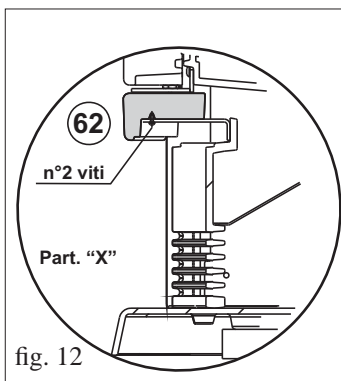

fig. 12
- Svitare con la chiave a brugola in dotazione, le viti di fermo della griglia inferiore in ghisa (4) e rimuoverla.
- Posizionare il frontalino (62) e fissarlo con le 2 viti M6x12 (utilizzando chiave a brugola) come indicato nel particolare "X" a fig. 12.